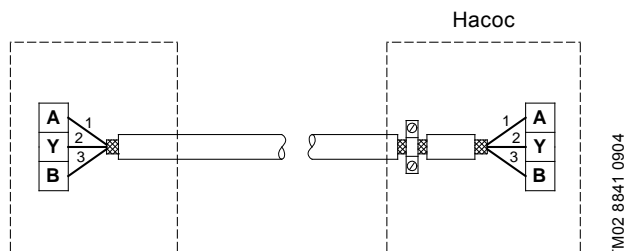

Рис. 17 Подключение 3-жильного экранированного кабеля
- Если устройство не имеет такого же кабельного разъема, экранирующую оплетку оставляют не подсоединенным с этой стороны, как это показано на рис. 17.